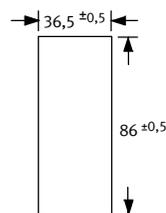

Fig. 11
- Taille de la découpe de la face avant en mm → Fig. 11